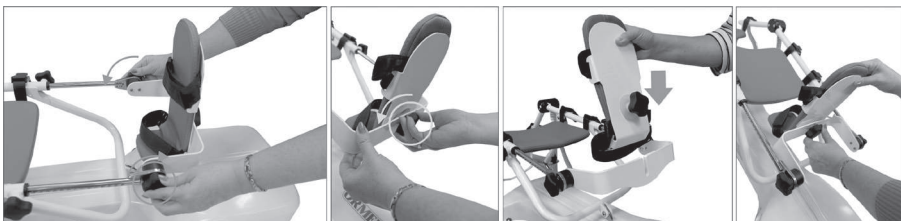

Рисунок 6.2
6.3.4. Отрегулируйте положение лотка для стопы (10) в соответствии с длиной голени. Зафиксируйте длину с помощью фиксаторов (12).
Для использования аппарата у детей необходимо ослабить фиксаторы (13, 14), снять лоток для стопы, перевернуть пластину поворотную (18) на 180 град., установить и закрепить лоток (рис. 6.2).